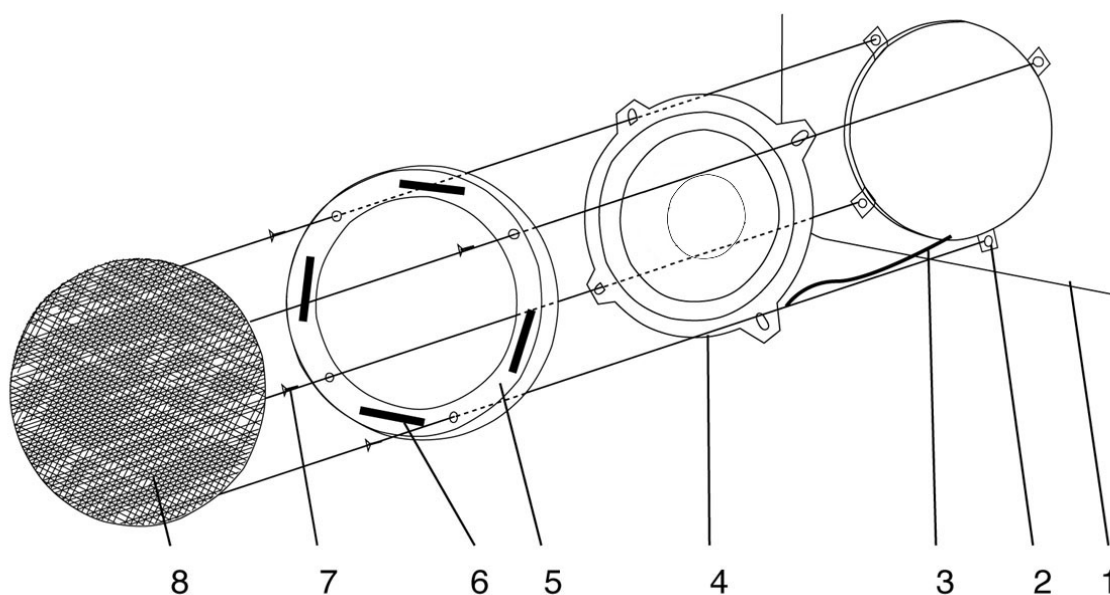

Рис.1. Схема установки НЧ-динамика.
8. Вырежьте четыре полоски от липучки из комплекта и прикрепите их по периметру рамки декоративной решетки (см. рис. 1).